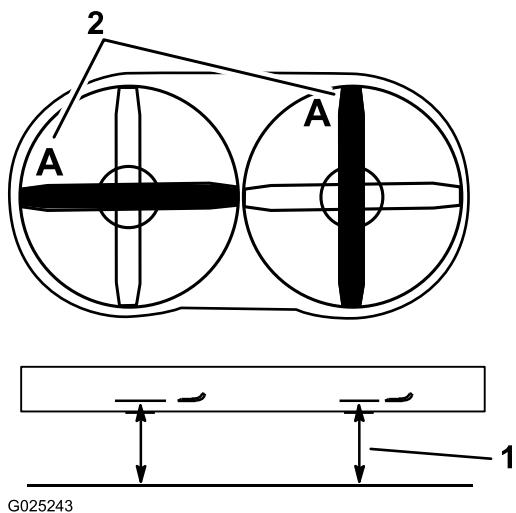

Figura 65
3. Gire una cuchilla, según se muestra en Figura 65.
4. Mida desde una superficie nivelada hasta el filo de corte, con la cuchilla en la posición A (Figura 65). Anote esta dimensión.